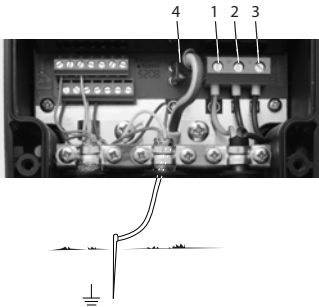

Рис. 4 Электрическое соединение и заземление
Если в питающем кабеле интерфейса отсутствует провод заземления, необходимо выполнить отдельное заземление через внутреннюю клемму заземления. Смотрите рис. 4, поз. 4.
2. Подсоединить питающий кабель к интерфейсу (рис. 4, поз. 1, 2 и 3).
3. Если в питающем кабеле отсутствует провод заземления, необходимо подсоединить внешнее заземление (поз. 4, рис. 4). Перед тем как подключать питающий кабель/провод заземления, ослабить зажим заземления.